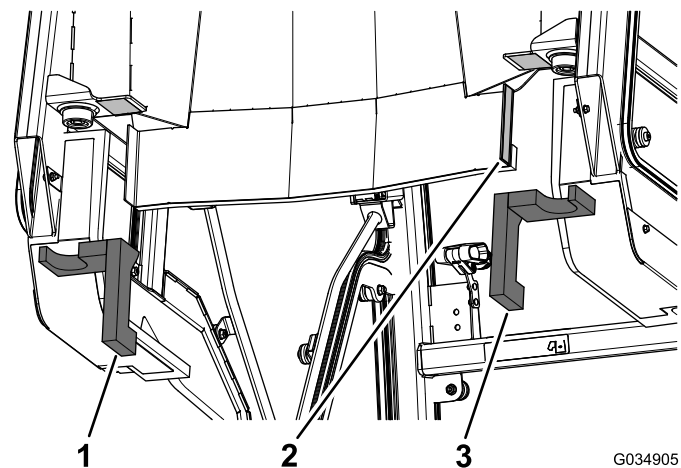

图14
1. 拆下驾驶室装置后面双面胶带上的纸基（图14）。
2. 将左后和右后泡沫密封条分别粘贴到驾驶室装置上（图14）。